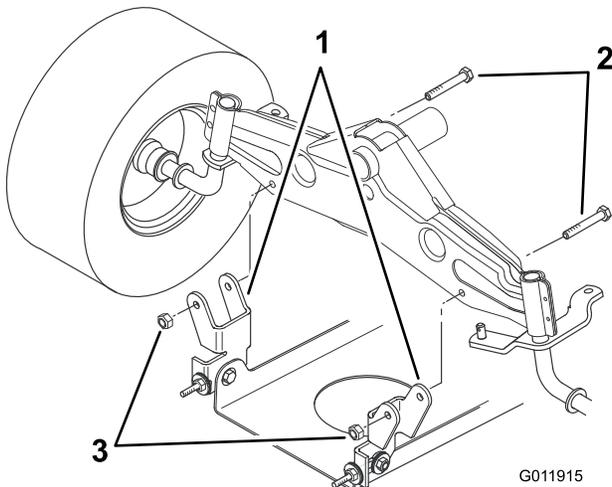

Bild 7
4. Montieren Sie die Mähwerk-Schwenkhalterungen mit Schrauben und Sicherungsmuttern an der Vorderachse (Bild 7).